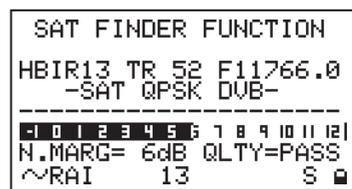

Fig. 11.1 Sat Finder: cuando el satélite ha sido reconocido se escuchará una señal acústica (Buzzer).
- El display se modificará mostrando la medida del margen de ruido mediante una barra y un valor numérico. Ver fig. 11.1.